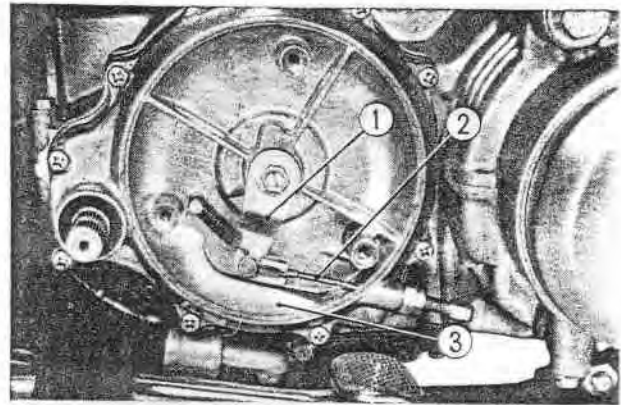

Fig. 4-2 ① Levier d'embrayage
1. Enlever le carter d'embrayage et désaccoupler le câble d'embrayage du levier d'embrayage. Enlever les vis de fixation du boîtier d'embrayage et déposer le boîtier. (Fig. 4-2)